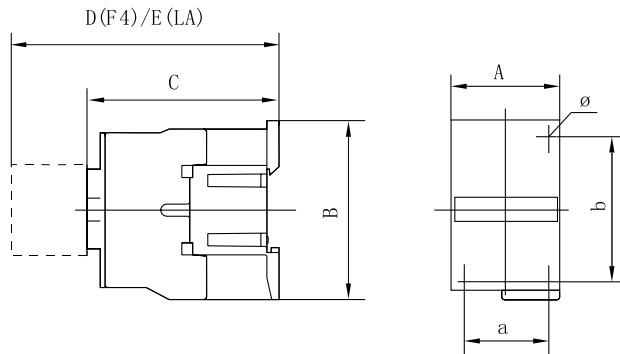
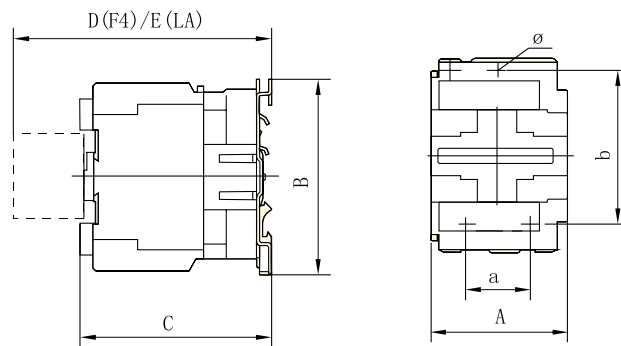
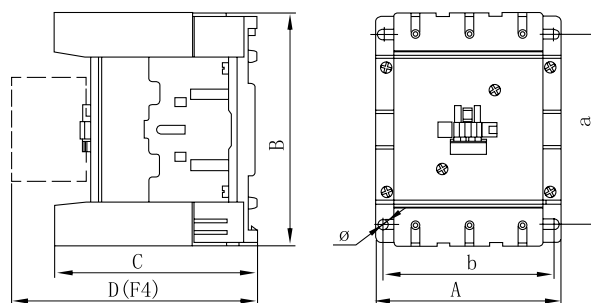

图1 CJX2-09~32外形及安装尺寸
图2 CJX2-40~95外形及安装尺寸
图3 CJX2-115~170外形及安装尺寸
7.1 产品的外形及安装尺寸 (见图 1、图 2、图 3 及表 7)